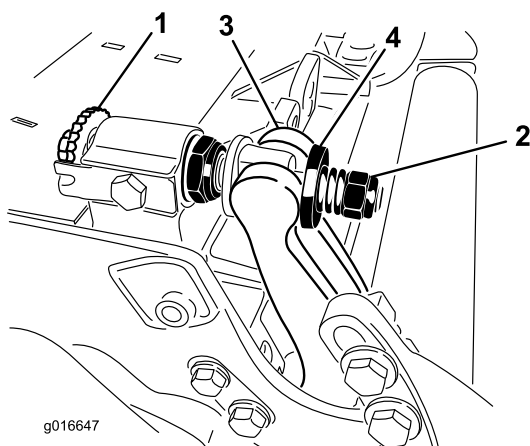

Figura 26
1. Rode os parafusos de ajuste da barra de apoio no sentido contrário ao dos ponteiros do relógio, para afastar a lâmina de corte do cilindro (Figura 26).
2. Faça recuar a porca da mola tensora até que a anilha deixe de estar sob tensão contra a barra de apoio (Figura 26).